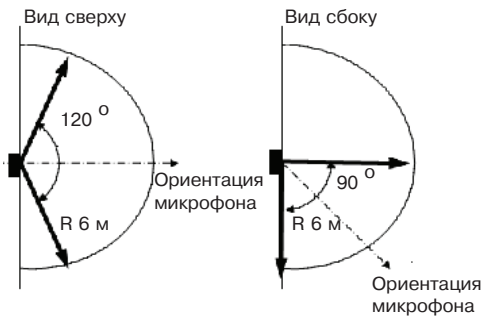

Рис. 32 - Диаграмма зоны обнаружения АК-канала
- при выборе места установки следует принимать во внимание диаграмму направленности извещателя (рис. 32);